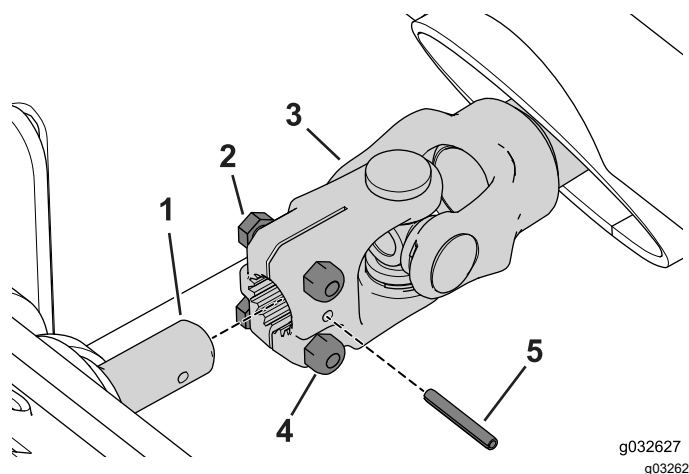

Figure 102
2. Enlevez la goupille cylindrique et desserrez les deux boulons qui fixent l'arbre d'entraînement à l'arbre du boîtier d'engrenages (Figure 102).